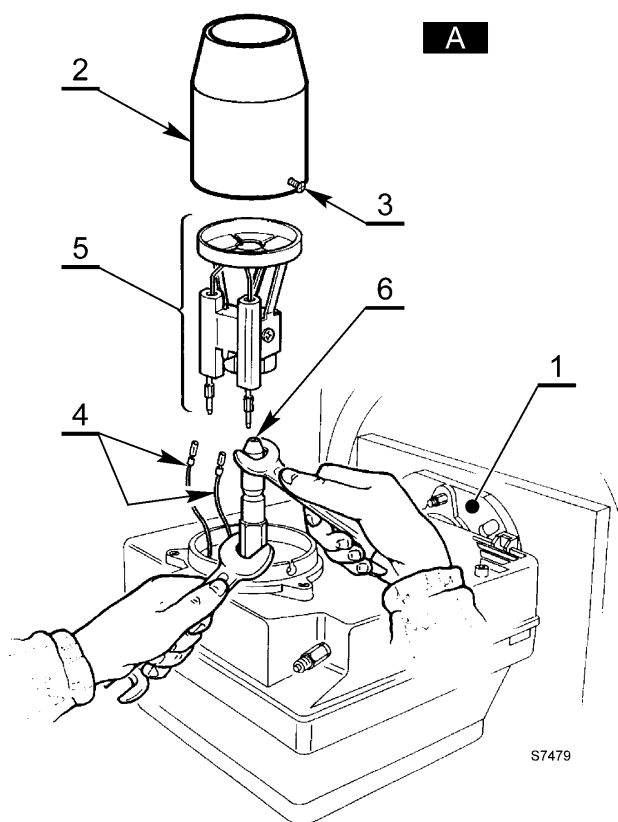
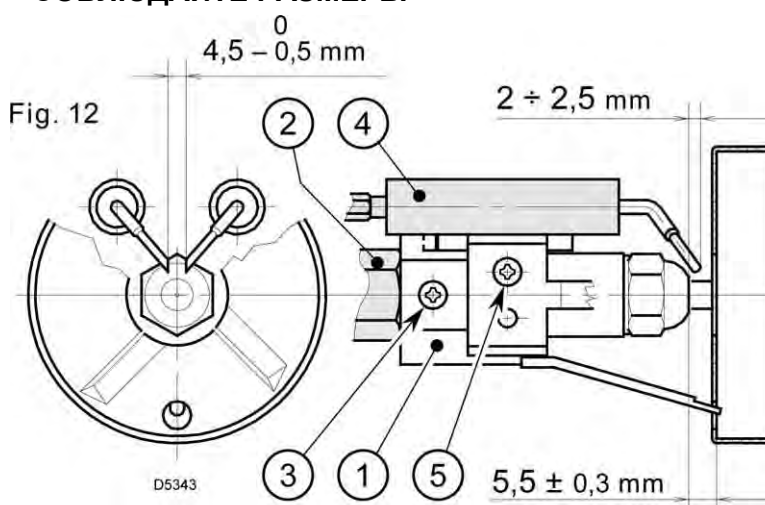

Рис. 10
Рис. 12
#### **A** Рис.10
- В то время как горелка держится на фланце (1), ослабьте винты (3) и снимите наконечник (2).
- Снимите с электродов провода (4), ослабьте винт (3, рис. 12, стр.7) и снимите с держателя форсунки турбулизатор в сборе (5).
- Закрутите форсунку (6), держа ее, как показано на рисунке.
- Ослабьте винты (2), отвинтите гайку (3), отсоедините провода (4) от блока управления (автомата горения), отсоедините фотосопротивление (6) и штекер 10 и снимите держатель форсунки (1).
- Снимите с электродов провода (4), ослабьте винт (3, рис. 12) и снимите с держателя форсунки (1) турбулизатор в сборе (11).
- Закрутите форсунку (12), держа ее, как показано на рисунке.
### 4.3 РЕГУЛИРОВКА ЭЛЕКТРОДОВ (смотри рис. 12)
- Менять форсунку (смотри рис. 10, стр. 6) и проверять правильное положение электродов (рис.12, стр. 7).